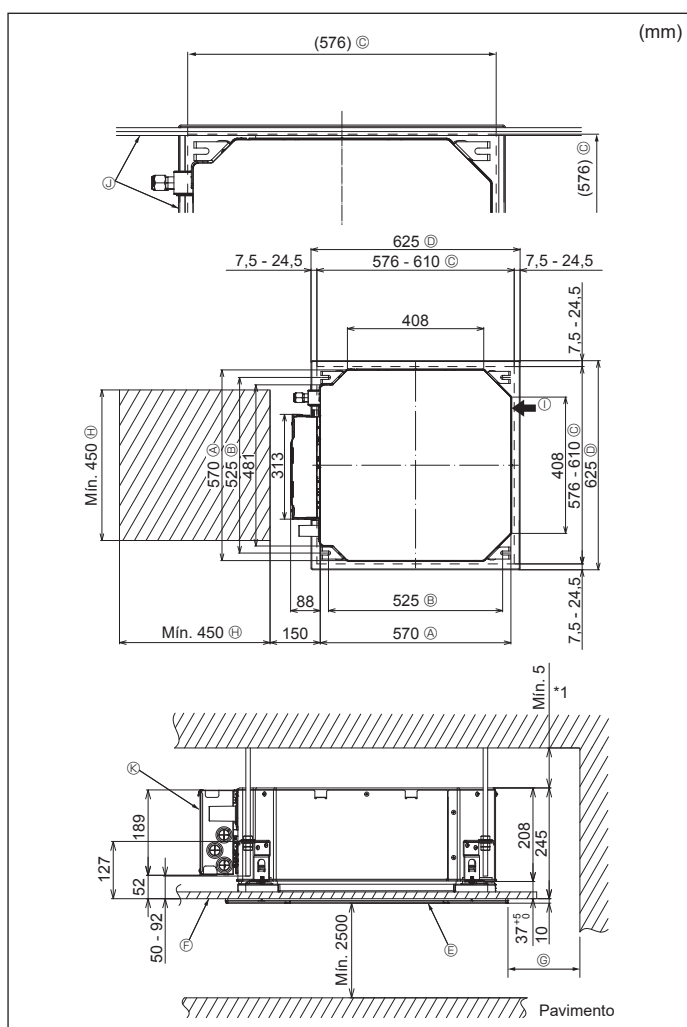

Fig. 4-2
4.2. Locais das aberturas no teto e da instalação dos parafusos de suspensão (Fig. 4-2)